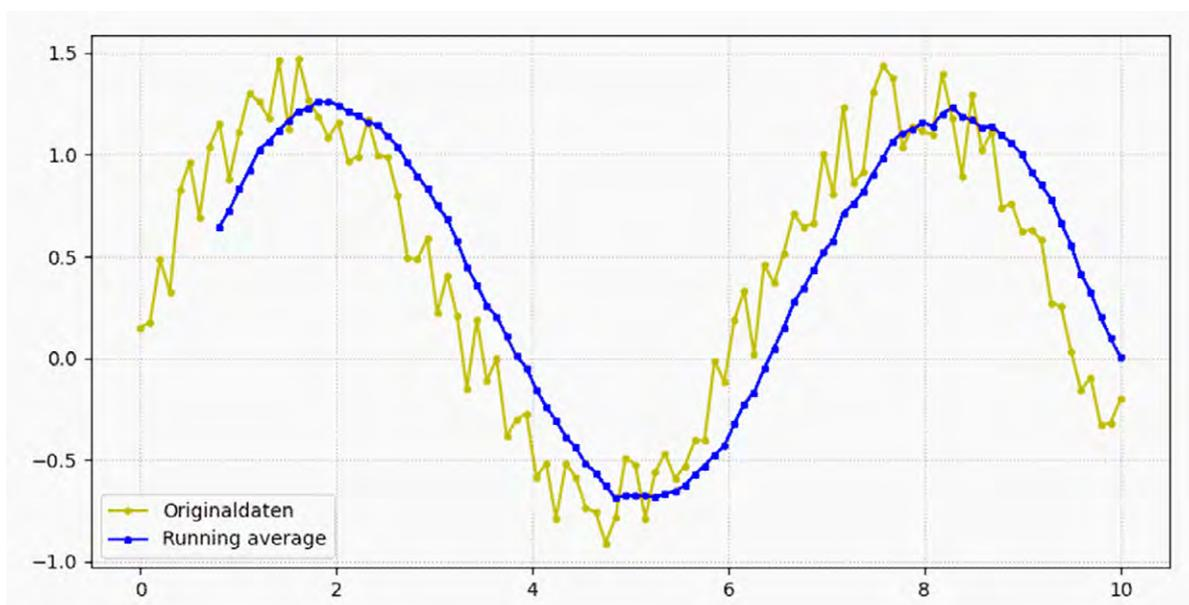

Bild 12: Daten mit einem gleitenden Durchschnitt
- Eine der einfachsten Methoden ist das gleitende Mittel. Bild 12 zeigt eine Visualisierung von Daten zusammen mit einem gleitenden Durchschnitt.
Abschließend werden die Originaldaten und der gleitende Durchschnitt in einem Diagramm dargestellt. Dies ermöglicht einen visuellen Vergleich der verrauschten Originaldaten mit der geglätteten Version. Das Diagramm (Bild 12) zeigt, wie der gleitende Durchschnitt das Rauschen reduziert und den zugrunde liegenden Sinuswellen-Trend deutlicher sichtbar macht.